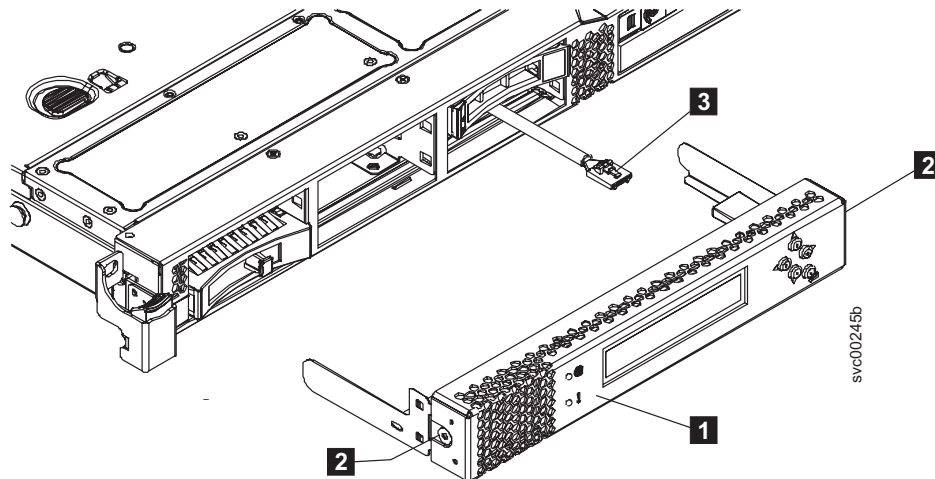

図 73. SAN ボリューム・コントローラー 2145-CG8 または 2145-CF8 サービス・コントローラー
8. サービス・コントローラー FRU を取り替える場合は、サービス・コントローラーから USB ケーブル (100 ページの図 73 の **3**) を切り離します。